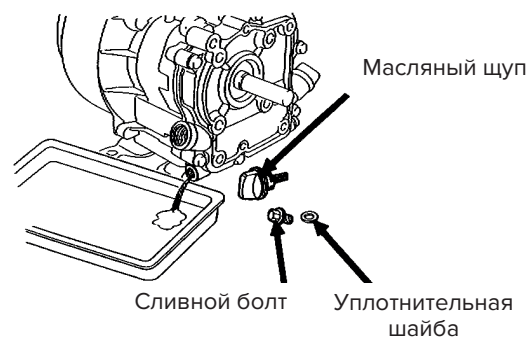

Рис. 20. Моторное масло (слив)
1. Слейте моторное масло, когда оно станет теплым, как показано на рис. 20.